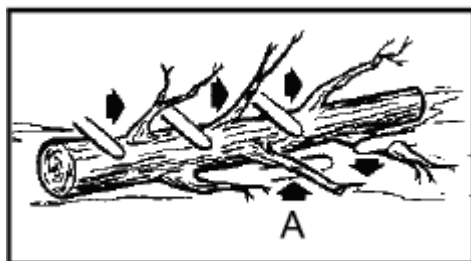

Fig. 9
Ebrancher un arbre consiste à enlever les branches d'un arbre tombé. Ne retirez pas les membres porteurs (A) avant que la grume ne soit coupée (Fig. 9). Les branches sous tension doivent être coupées de bas en haut pour éviter de coincer la tronçonneuse.